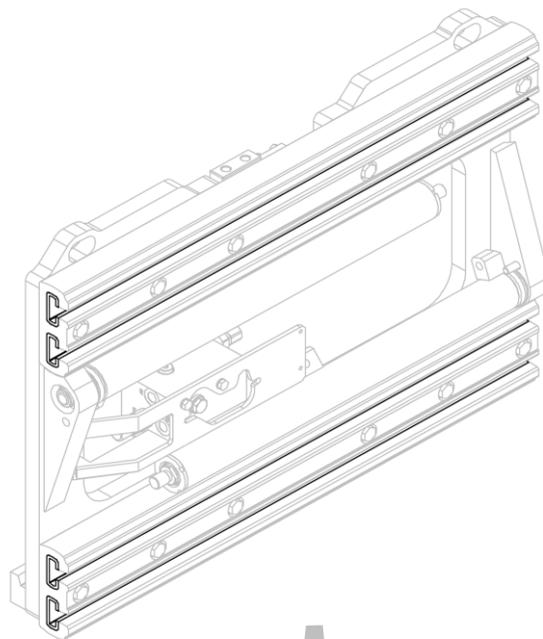
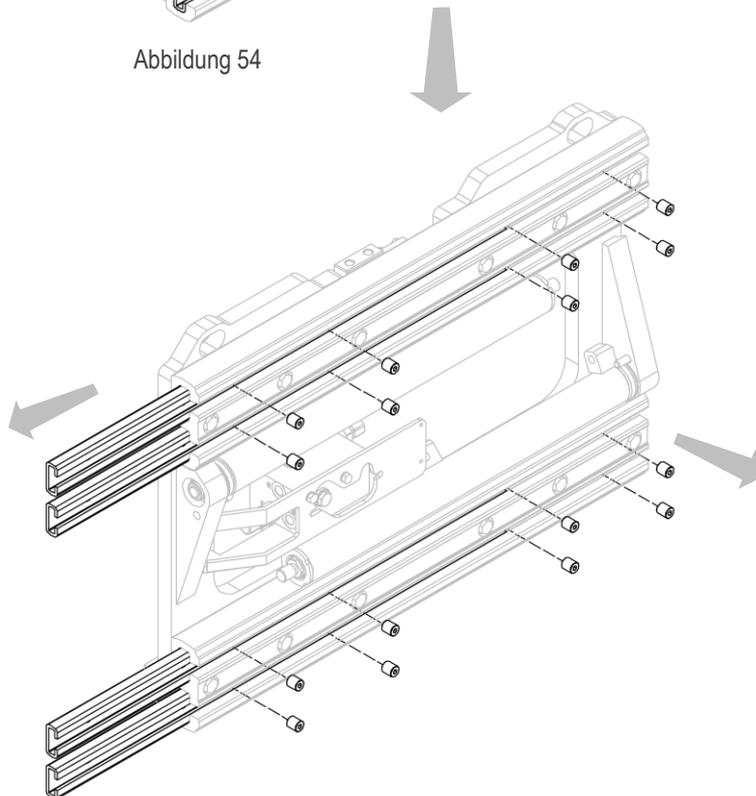

Abbildung 54
Abbildung 55
3. Schrauben Sie die Madenschrauben, mit denen die Nylonbuchsen befestigt sind, heraus und entfernen Sie die Buchsen (siehe *Abbildung 54* und *Abbildung 55*).